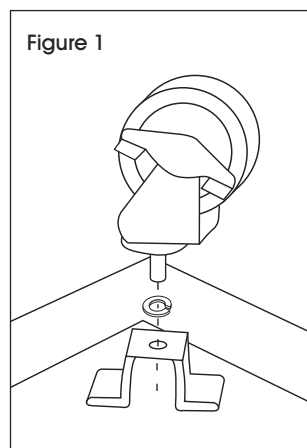

Figure 1
1. Attach casters to base using lock washers. (See Figure 1)
1. Installez les roulettes sur la base à l'aide des rondelles de blocage. (Voir Figure 1)